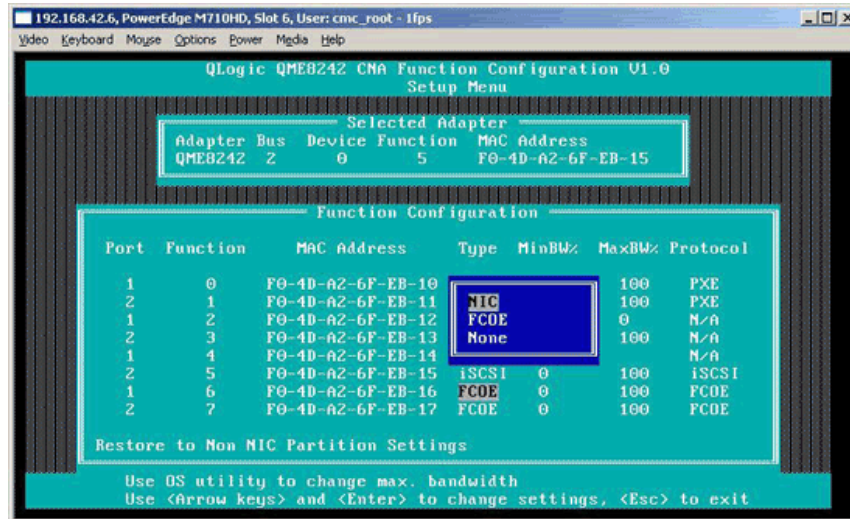

Abbildung 4-13. Anpassen der Mindestbandbreite
4. Bewegen Sie den Cursor in die Spalte **MinBW%** (MinBB%), um die Mindestbandbreite (siehe Abbildung 4-13) der einzelnen Partitionen (zwischen 0 und 100 **Prozent**) anzupassen.